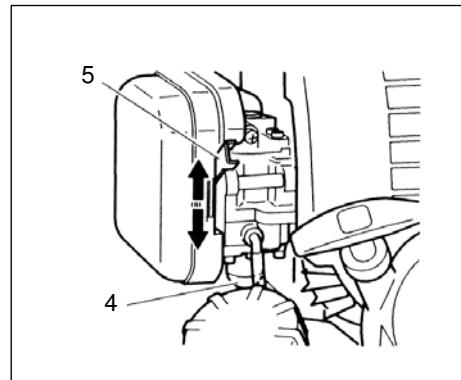

Fig.2-2C
- * Tryk snapsepumpen (4) adskillige gange, så brændstoffet flyder gennem pumpen eller returrøret. (hvis udstyret med det) (Fig. 2-2C, 3).
3. Sæt chokeren i positionen CLOSED (5). (Fig. 2-2C, 3)